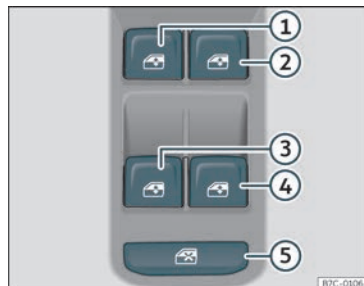

Fig. 91 Dettaglio della porta del conducente: comandi per i finestrini.
Mediante l'interruttore di sicurezza >>> fig. 91 ⑤ nella porta del conducente si possono disattivare gli alzacristalli delle porte posteriori.